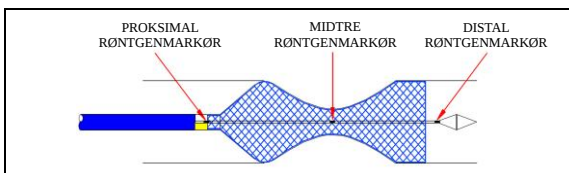

Figur 4
- Når midtre røntgenmarkør når midten av målstrikturen, fortsett å trekke tilbake på koblingen til stenten er helt anvendt. (Se figur 4, 5)
- Når midtre røntgenmarkør når midten av målstrikturen, fortsett å trekke forover mot koblingen til stenten er helt anvendt. (Se figur 4, 6)